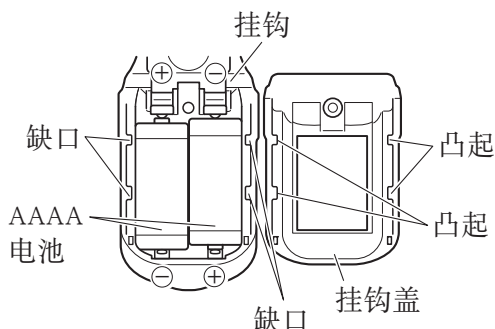

图 16
- (b) 取出旧电池, 装入新电池。根据挂钩指示正确安放正极 (+) 与负极 (-) (图 16)。